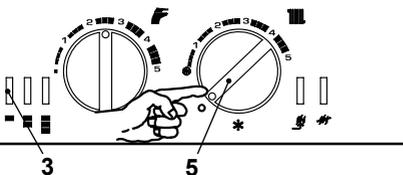

Figura 6.5
- Spegner la caldaia portando il selettore di funzione 5 sulla posizione "0" come in Figura 6.5.